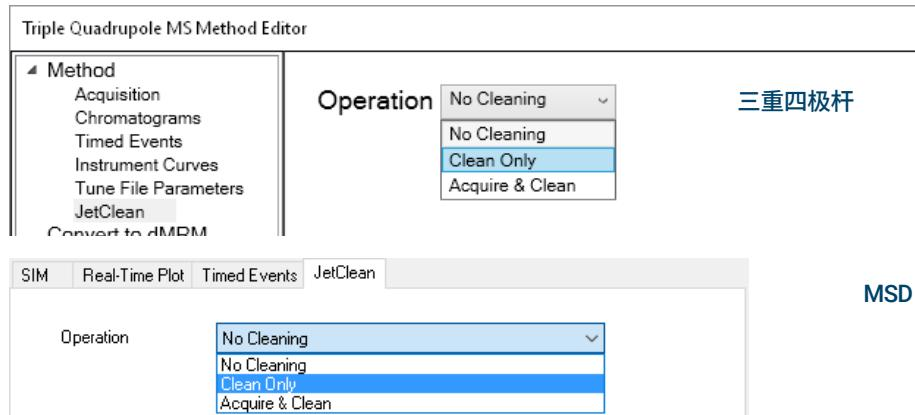

图 2 方法编辑器 - 智氢洁模式选择面板 (顶部为三重四极杆，底部为 MSD)
- 2 单击智氢洁离子源。 (请参见图 2。)
- 3 从操作下拉菜单中选择一种模式。 (请参见图 2。)
- 2 选择**智氢洁离子源**。（请参见图 2（第 10 页）。）
- 3 从**操作**下拉菜单中选择**仅清洁**。（请参见图 2（第 10 页）。）